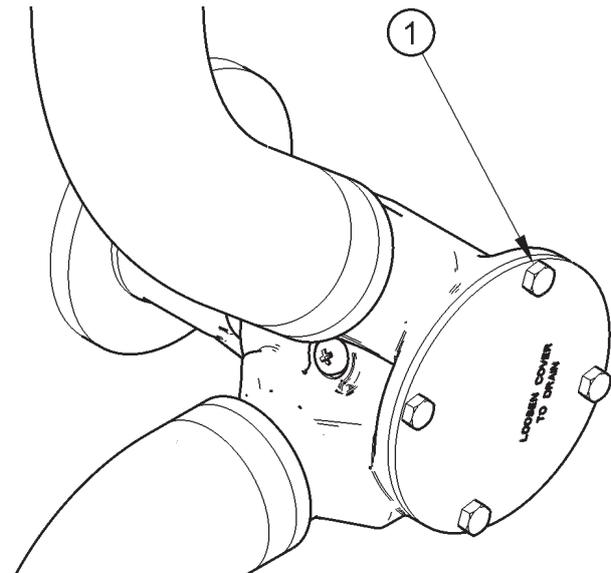

Abbildung 6
2. Lösen Sie die vier Schrauben (Nummer 1 Abbildung 6), mit denen die Endplatte der Hilfswasserpumpe befestigt ist, und nehmen Sie die Platte ab. Wenn Sie die Endplatte der Hilfswasserpumpe abnehmen, tritt etwas Hilfswasser aus der Pumpe aus.